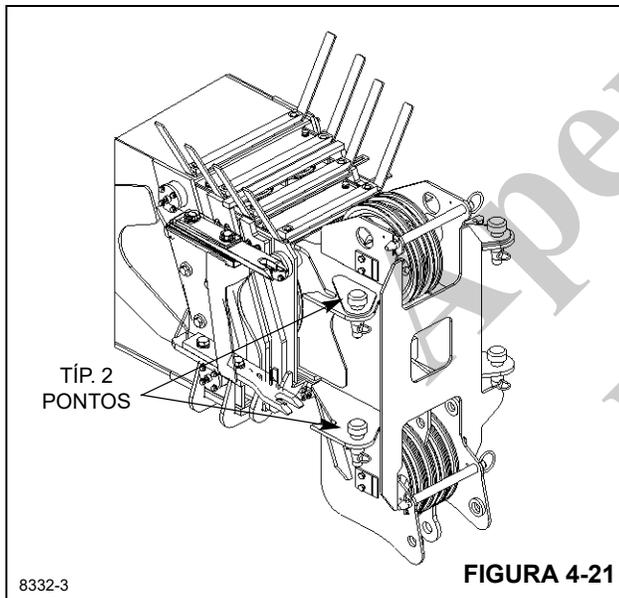

FIGURA 4-21
4. Utilizando uma ponte rolante, eleve o conjunto do jib e alinhe e prenda o jib à cabeça da polia da lança, Figura 4-21.